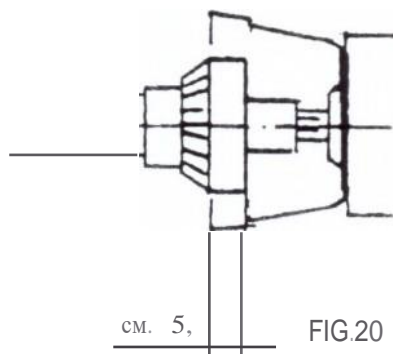

FIG.20
4.4.2 Ограждения карданного вала должны быть зафиксированы к муфте-измельчителю и трактору с цепями, чтобы предотвратить вращение. Минимальное перекрытие защитного кожуха и карданного вала должно составлять менее 5 см (FIG. 20).